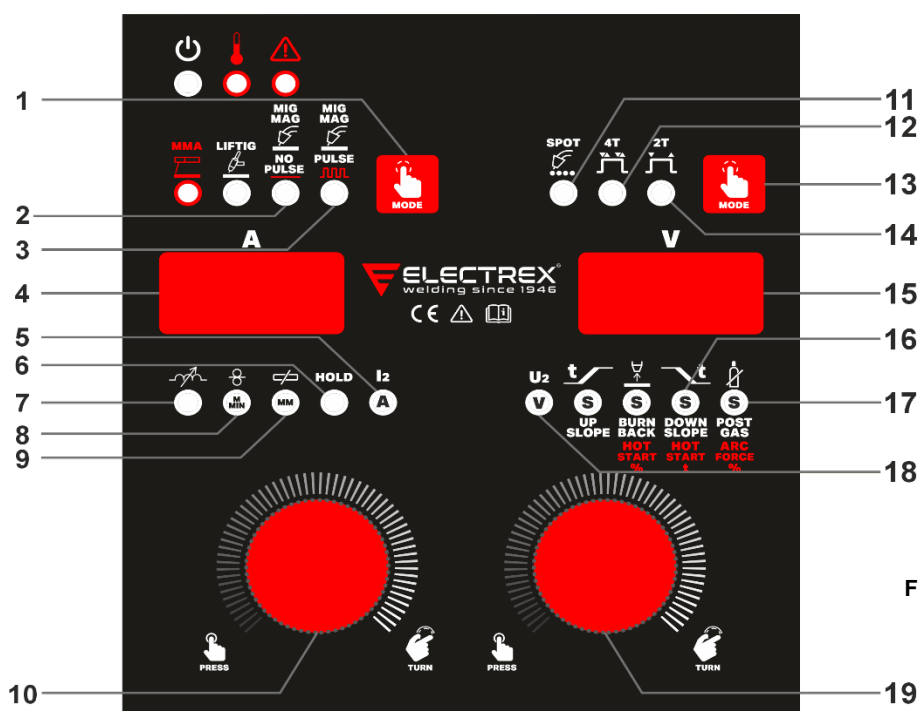

Fig 5.
- Selecione o modo de soldadura MIG/MAG não pulsada (2 - Fig. 5) ou pulsada (3 - Fig. 5). Com o modo MIG/MAG pulsado, a corrente alternará entre uma corrente alta e uma baixa, permitindo baixa aportação de calor, ausência de projeções e facilidade de uso.
8.1.1. Parâmetros em soldadura MIG/MAG SINÉRGICA (ver Fig.5)
Modo 2 tempos (14 – Fig. 5) – Quando selecionado indica que a máquina está em modo 2 tempos. Para efetuar soldaduras em contínuo o gatilho da pistola dever estar continuamente pressionado.
Modo 4 tempos (12 – Fig. 5) – Quando selecionado, indica que a máquina está em modo 4 tempos. Para comodidade do operador em cordões longos basta pressionar e, de seguida, libertar o gatilho da pistola; a máquina mantém-se em funcionamento automático até que se volte a pressionar o gatilho da pistola.
Modo soldadura temporizada a pontos MIG/MAG (11 - Fig. 5) - Quando selecionado indica que a máquina está no modo de soldadura a pontos MIG/MAG. Para selecionar esta função, pressione a tecla 13 - Fig.5 até o led 11 acender. Regule o tempo do ponto pressionando o botão direito (19 - Fig.5) até que o display esquerdo (4 - Fig. 5) mostre o SPt e gire-o para o tempo desejado. Inicie a soldadura por pontos pressionando o gatilho da tocha e continue pressionando até o final do programa de soldadura MIG regulado (consulte as páginas seguintes).
Pulse o botão direito (19 - Fig. 5) até que o display direito (15 - Fig. 5) mostre o programa de soldadura desejado (o display esquerdo - 4 - Fig. 5 mostrará o último programa selecionado) e selecione o seu programa de soldadura com o botão direito (19 - Fig. 5) até que o display direito (15 - Fig. 5) mostra o respetivo número.